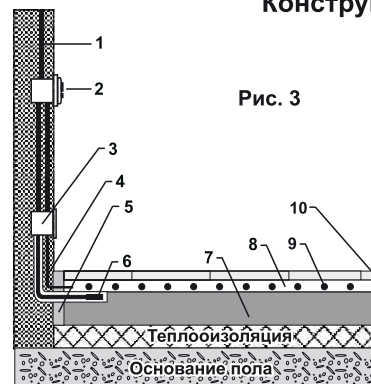

Рис. 3
• Вырежьте в полу канавку для датчика температуры пола. Датчик должен быть установлен под нагревательным матом на расстоянии не менее 10 см от его края. Рекомендуется помещать датчик температуры пола внутри гофрированной трубки как показано на конструкциях полов (**рис. 3**). Это позволит, в случае необходимости, заменить датчик, не вскрывая пол.